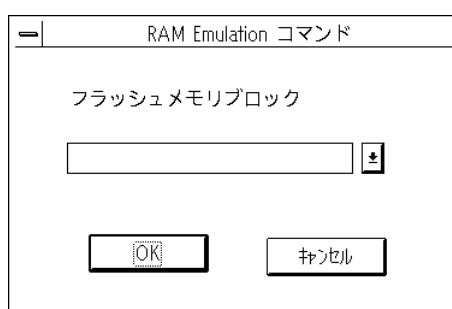

図 2.16 RAM エミュレーションコマンドダイアログボックス
- (1) メニューから [RAM Emulation] を選択すると、図 2.16 の RAM エミュレーションコマンドダイアログボックスを表示します。